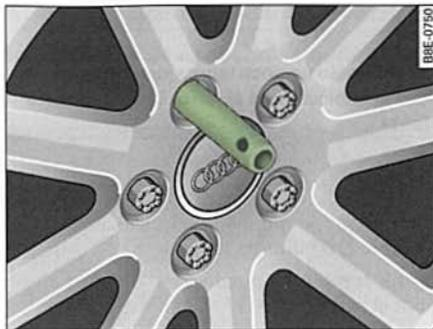

Fig. 237 Cambio de rueda: Pasador de montaje en el agujero superior
- Atornille a mano el **pasador de montaje** (herramientas de a bordo) en la rosca que ha quedado libre ⇒ fig. 237.